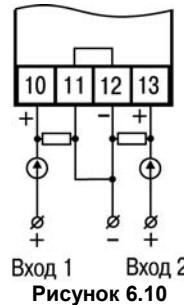

Рисунок 6.10
3. Для питания нормирующих преобразователей необходим дополнительный источник постоянного напряжения U_n . На рис. 6.10 показаны схемы подключения датчиков с унифицированным выходным сигналом $4\ldots20$ мА к приборам по двухпроводной линии. Значение напряжения U_n указывается в технических характеристиках нормирующего преобразователя и, как правило, лежит в диапазоне $18\ldots36$ В.